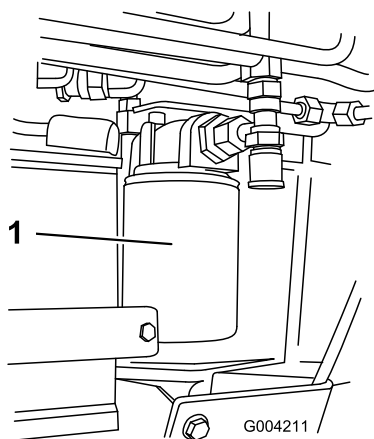

Figura 59
4. Coloque un recipiente debajo del filtro (Figura 59).
5. Retire el filtro usado (Figura 59) y limpie con un paño la superficie de la junta del adaptador del filtro.
7. Instale el filtro hidráulico nuevo en el adaptador del filtro (Figura 59). Apriete el filtro en el sentido de las agujas del reloj hasta que la junta de goma entre en contacto con el adaptador del filtro, luego apriete el filtro tres cuartos de vuelta más.